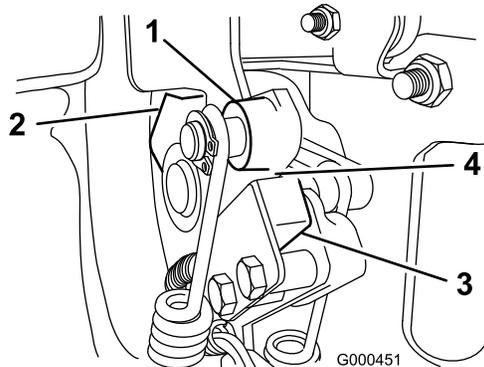

Bild 33
2. Legen Sie den Fahrtriebshebel ein, bis er den Neutral-Stopp berührt (Bild 33).
3. Lösen Sie die Befestigungsschrauben des Sicherheitsschalters (Bild 33).
4. Legen Sie eine 0,8 mm dicke Beilagscheibe zwischen dem Fahrtriebshebel und dem Sicherheitsschalter (Bild 33).